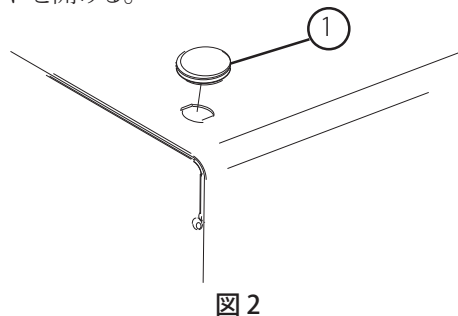

図 2
1. フードの左前上部についているプラグを取り除く (図 2)。